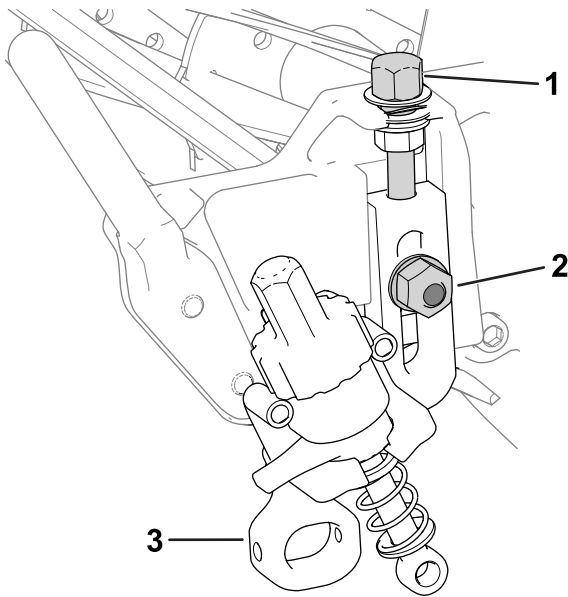

図 11
1. 先ほど外した刈高調整ねじを、刈高アセンブリの上部に取り付ける 図 11。
2. 刈高アセンブリを、カッティングユニットのサイドプレートに取り付ける先ほど取り外したプラウボルト、フランジナット、特殊ワッシャを使用する 図 11。